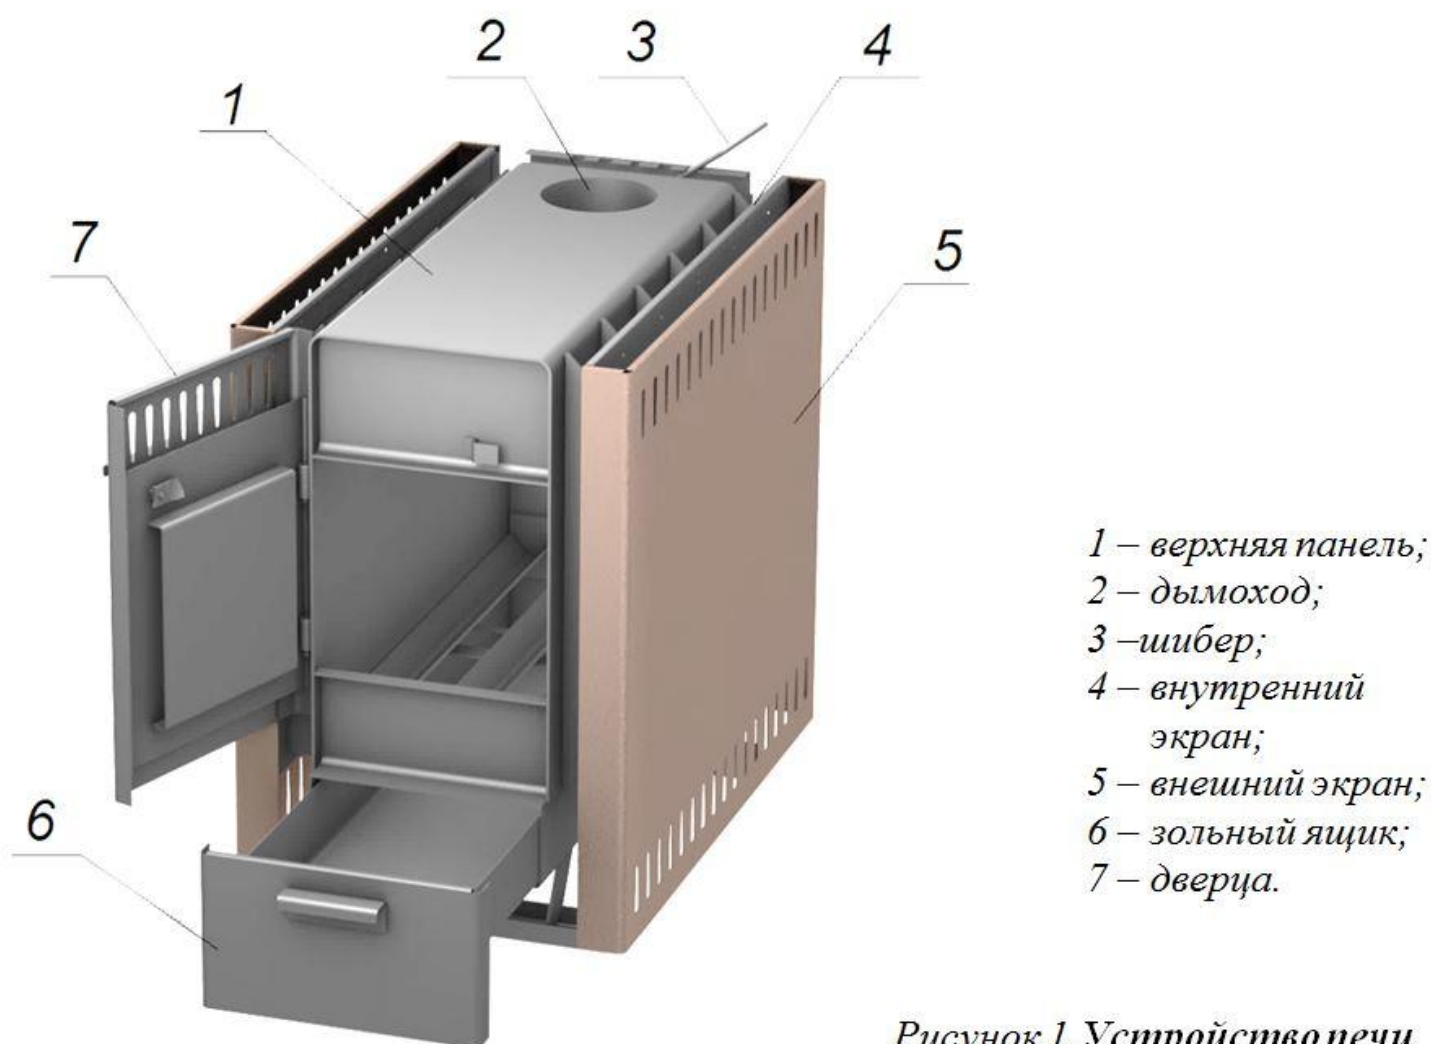

Рисунок 1. Устройство печи.
3.1. Печь представляет собой цельносварную конструкцию из листовой стали толщиной 3мм. (см. рис. 1).